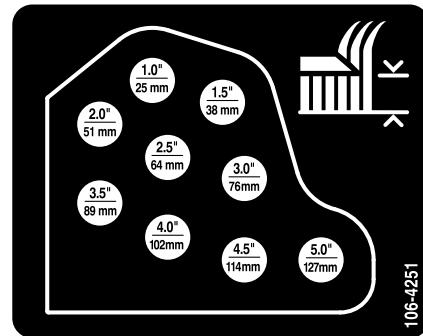

Figure 20
11. Montez les chaînes de hauteur de coupe dans le trou correspondant à la hauteur de coupe voulue à l'aide de l'axe de chape et de la goupille fendue (Figure 20).